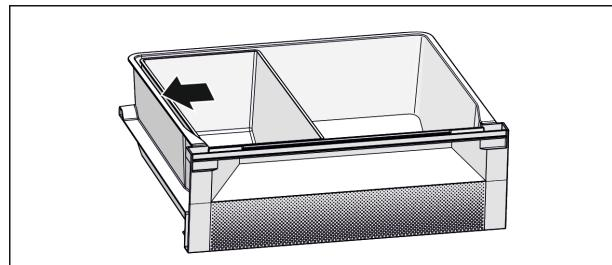

Fig. 7
► Pro optimální funkci chlazení: Umístěte misku Fish & Seafood podle obrázku (viz Fig. 7).